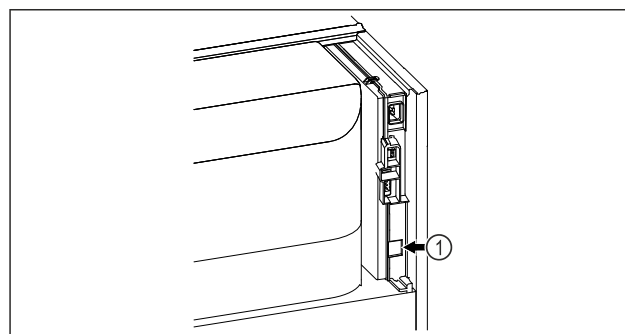

Fig. 179
- Se utiliza SmartModule Fig. 179 (1).